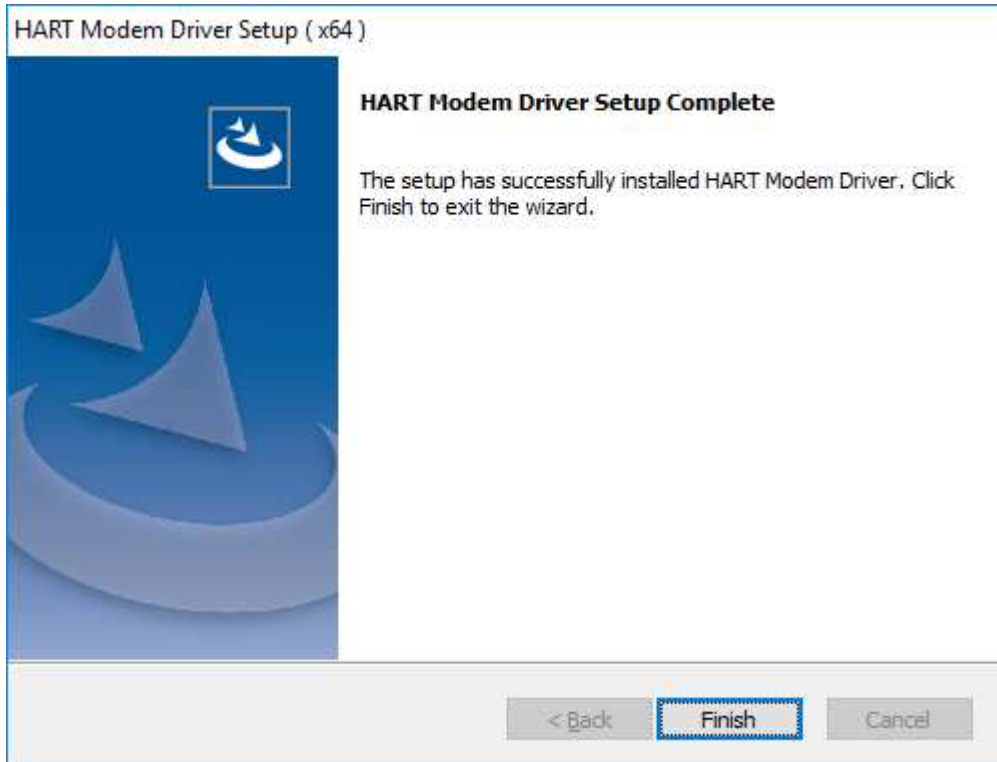

Рисунок X.4.4 – Окно «Завершение установки драйвера»
4) По завершению установки драйвера нажмите кнопку «Finish» (рисунок X.4.4).